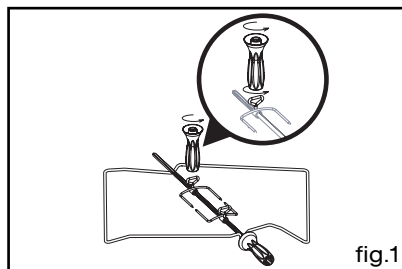

fig.1
- enfiler une des fourchettes sur la broche ; embrochez la pièce à rôtir ; enfiler la deuxième fourchette ; centrez et serrez en vissant les deux fourchettes à l'aide de la poignée (fig.1).
- Ouvrez complètement la porte et la bloquer à l'aide de deux butées rouges (fig.1). Elles sont fournies dans la pochette plastique de votre appareil.